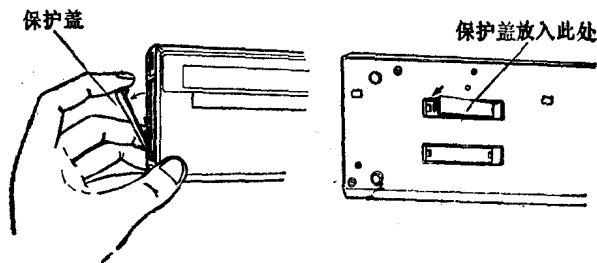

图 1-5 接口保护盖的取放
2. 揭下计算机左侧的接口保护盖，这个保护盖要从无缺口的那一端揭开，保护盖扣入计算机背面备用槽中(图1-5)。保护盖取走后，可以看到计算机的接口，不准用手或其他导体触摸接口。